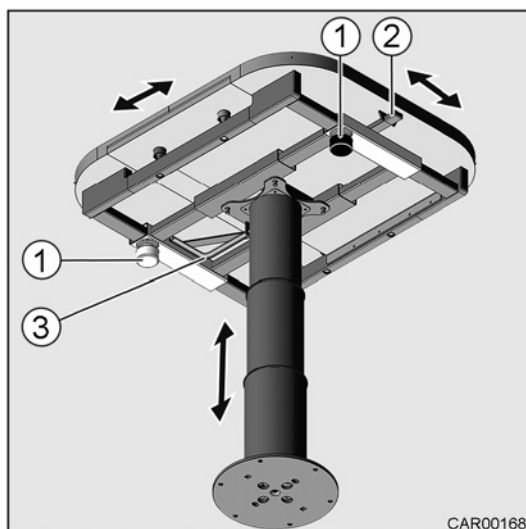
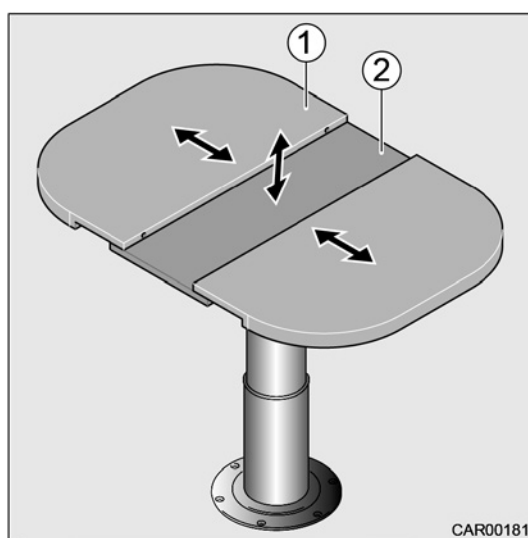

Fig. 84 Table abaissable et coulissante
Fig. 85 Dessus de table extensible
1. Tourner le levier de blocage (Fig. 84/3) dans le sens horaire et abaisser le dessus de table à la main.
2. Tourner le levier de blocage (Fig. 84/3) dans le sens antihoraire pour fixer le dessus de table à la hauteur souhaitée.
1. Actionner les deux poignées tournantes (Fig. 84/1) dans le sens anti-horaire pour débloquent le verrouillage du dessus de table.
3. Actionner les deux poignées tournantes (Fig. 84/1) dans le sens horaire pour bloquer le verrouillage du dessus de table.
1. Pousser le levier (Fig. 84/2) vers le haut et séparer complètement le dessus de table (Fig. 85/1). La partie centrale (Fig. 85/2) pivote vers le haut.
2. Pousser le levier (Fig. 84/2) vers le haut et joindre de nouveau le dessus de table divisé (Fig. 85/1).
2. Tourner le levier de blocage (Fig. 84/3) dans le sens horaire et abaisser le dessus de table à la main.